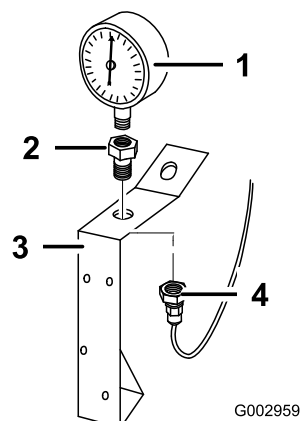

図 3
1. T字ブラケット部のリデューサ（縮径フィッティング）をレンチで押さえながら、既存の水圧計をゆるめる。水圧計を外す（図 3）。